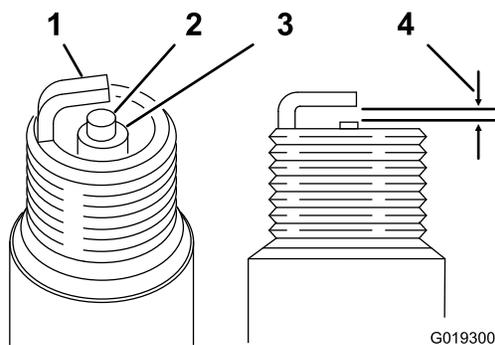

Figura 56
1. Mire la parte central de la bujía (Figura 56). Si se observa un color gris o marrón claro en el aislante, el motor está funcionando correctamente.
2. Con una galga para bujías, mida la distancia entre el electrodo lateral y el electrodo central (Figura 56).